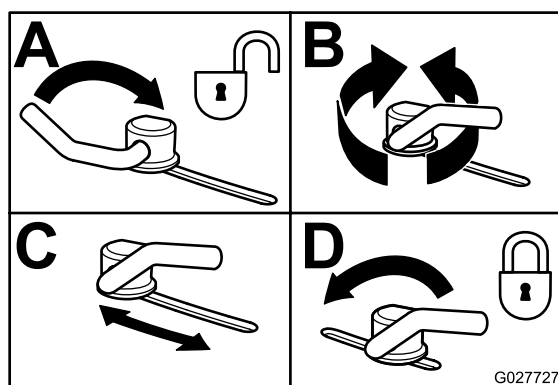

Figura 29
3. Para ajustar los bloqueos de leva, levante la palanca para aflojar el bloqueo de leva (Figura 29).
5. Devuelva la palanca a su posición original para apretar el deflector y los bloqueos de leva (Figura 29).